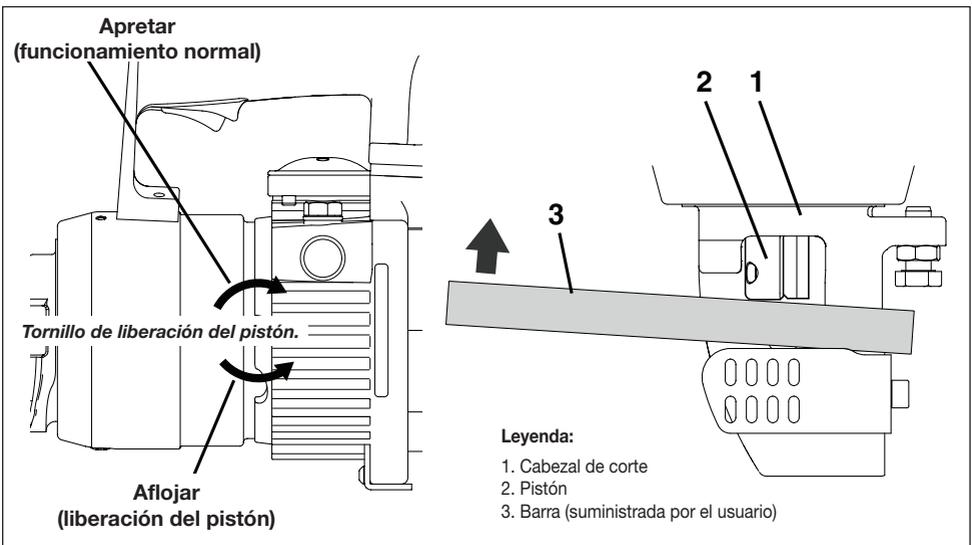

Figura 12, Procedimiento de retracción manual del pistón
Observe los siguientes procedimientos. Véase Figura 12:
4. Usando una barra rígida de acero, empuje manualmente el pistón en el cortabarras hasta que haya regresado a la posición inicial. Véase la Figura 12, pieza 3. Esto debe desprender la suciedad u otro material que haya impedido que el pistón de regrese durante el funcionamiento normal.
8. Limpie la parte expuesta del pistón. Elimine cualquier resto de suciedad, virutas o residuos de esta área. Véase Figura 12, pieza 1.